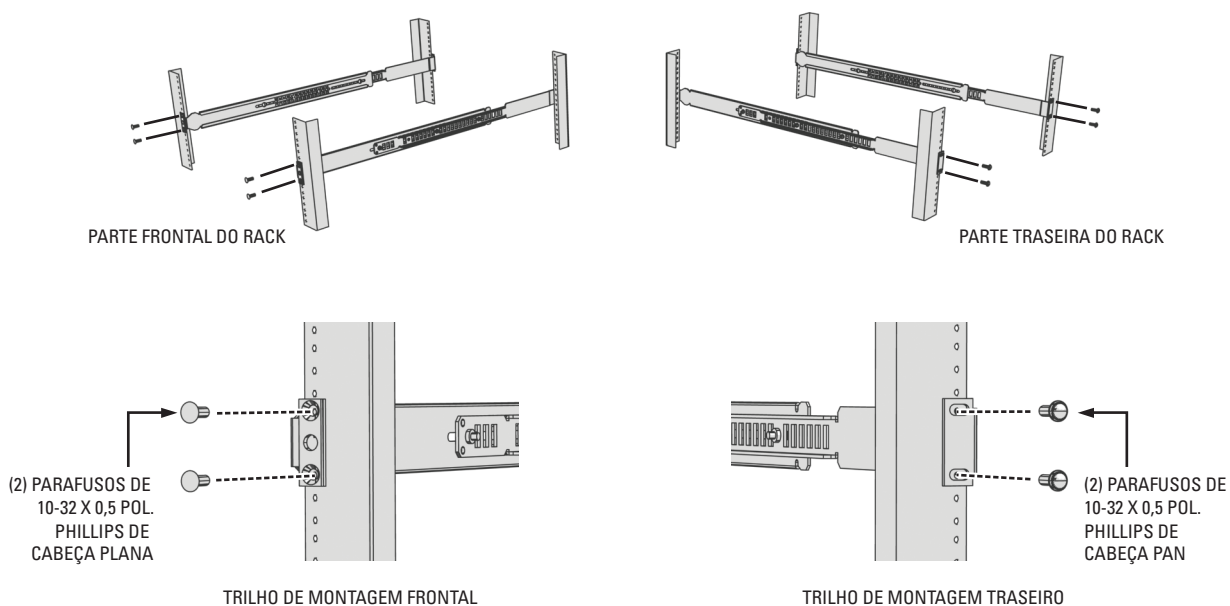

**Figura 9. Encaixe dos trilhos de suporte**
6. Encaixe um conjunto de trilhos de suporte no rack para equipamentos, no local desejado (consulte a figura 9):